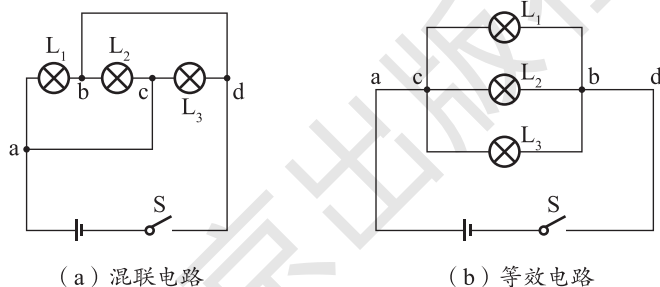

图 1-19 电阻混联
例题 1-4：画出图 1-19 (a) 所示的等效电路图。
(1) 标节点。如图 1-19 (a) 所示，在图中各节点处分别用字母 a、b、c、d 表示出来。
(2) 标出电路中电流路径。从电源的正极出发的电流路径有 a、b、c 三条，即
① $a \rightarrow L_1 \rightarrow b \rightarrow d \rightarrow \text{负极}$ ；② $a \rightarrow c \rightarrow L_2 \rightarrow b \rightarrow d \rightarrow \text{负极}$ ；③ $a \rightarrow c \rightarrow L_3 \rightarrow d \rightarrow \text{负极}$ 。
(3) 按照电流路径画出等效电路图。由“节点法”可知，导线的 a 端和 c 端看成一个点，导线的 b 端和 d 端看成一个点，这样 L_1 、 L_2 和 L_3 的一端重合为一个点，另一端重合为另一个点，由此可知，该电路有三条支路，并由“电流流向法”可知，电流分三条叉，因此这个电路是三盏电灯的并联，等效电路如图 1-19 (b) 所示。
(4) 根据各连接方式（串联、并联）的特点列出所需计算的方程关系等式。
(5) 计算出结果。